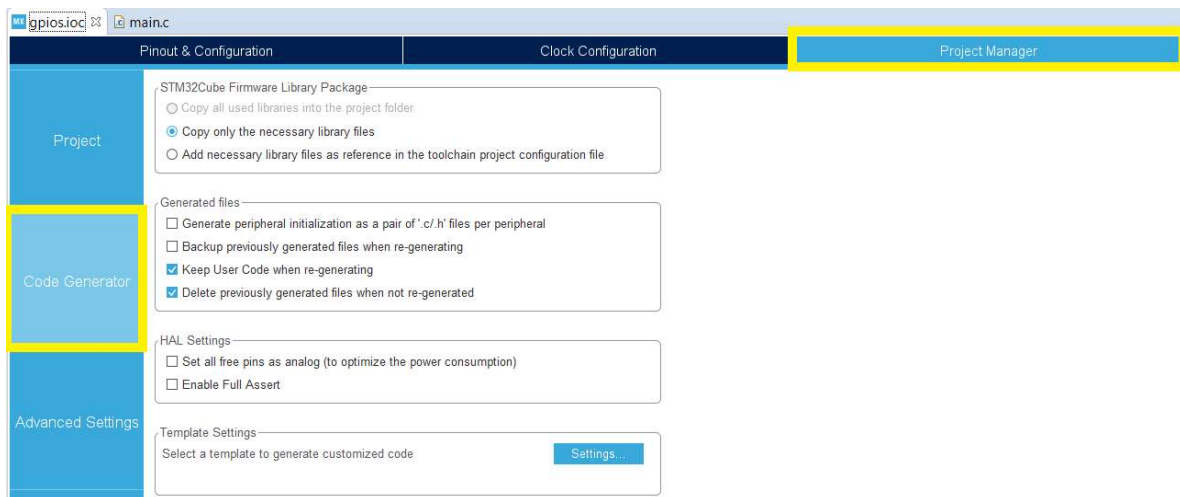

Figura 12: Pestaña de generación de código
- *static void MX\_GPIO\_Init(void)* es la función que va a contener las configuraciones realizadas con anterioridad a los pines de entrada y salida del microcontrolador. Estas configuraciones aparecen como función porque no se seleccionó la opción de “Generate peripheral initialization as a pair of ‘.c/.h’ files per peripheral” (Figura 12).